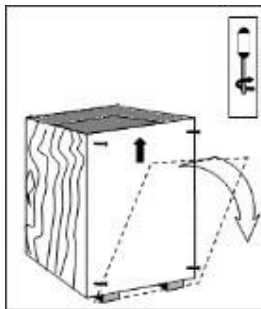

Figura 3-2. Apertura de la cubierta delantera de la caja de envío
2. Abra la cubierta delantera, como se muestra en la Figura 3-2.